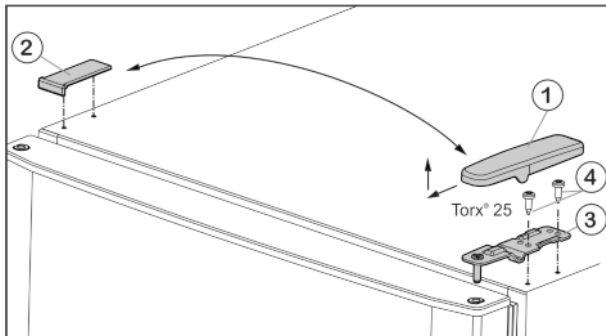

Fig. 4
- ▶ Afdekking Fig. 4 (1) naar voren en boven wegtrekken.
- ▶ Afdekking Fig. 4 (2) eraf nemen.
- ▶ Bovenste lagerbus Fig. 4 (3) losschroeven (2 maal Torx® 25) Fig. 4 (4) en naar boven eraf trekken.
- ▶ Bovenste deur op het middelste scharnierblok (13) plaatsen.
- ▶ Plaats de bovenste lagerbus Fig. 4 (3) aan de nieuwe scharnierkant in de deur.
- ▶ Bovenste lagerbok **vastschroeven (met 4 Nm)** (2 keer Torx® 25) Fig. 4 (4). Eventueel een accuboormachine gebruiken.
- ▶ Afdekking Fig. 4 (1) aan de andere kant buiten plaatsen en vastklikken.
- ▶ Afdekking Fig. 4 (2) steeds aan de andere kant van bovenaf plaatsen en vastklikken.